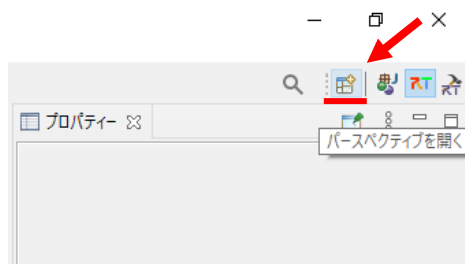

図 24 [パースペクティブを開く]の場所
- ③ 図 24 のように OpenRTP の[メニューバー]の右側にある[パースペクティブを開く]をクリック。